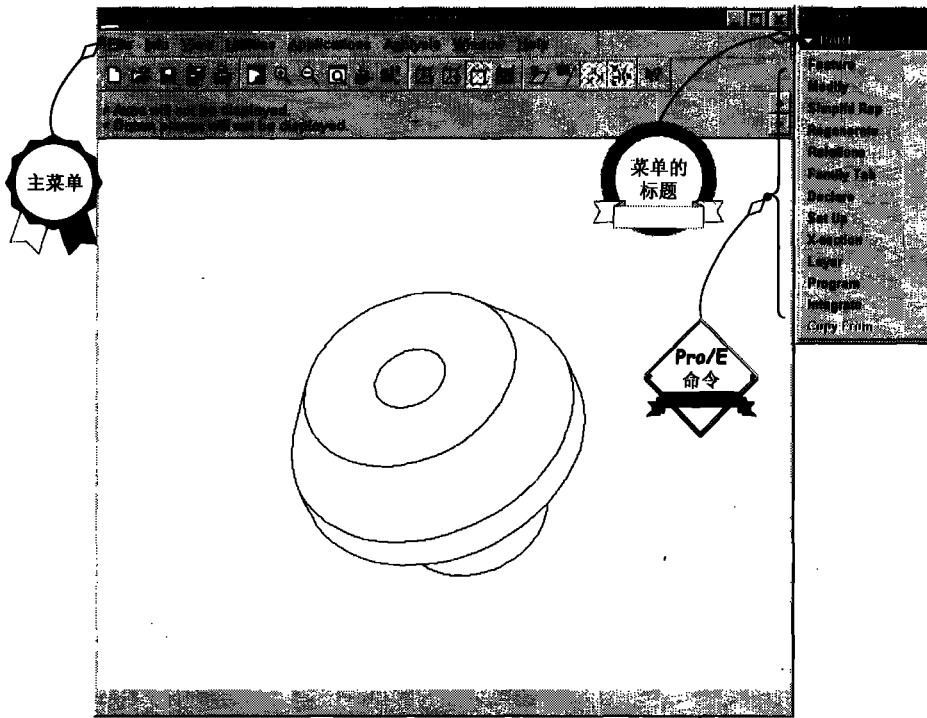

图 1
1. 粗体、斜体、小写字（例如：*File / Open* 的 *File*）：主菜单（见图 1）。
2. 粗体、斜体、大写字（例如：*PART/Feature* 的 *PART*）：菜单的标题（见图 1）。
3. 正体字（例如：*PART/Feature* 的 Feature）：Pro/ENGINEER 命令（见图 1）。